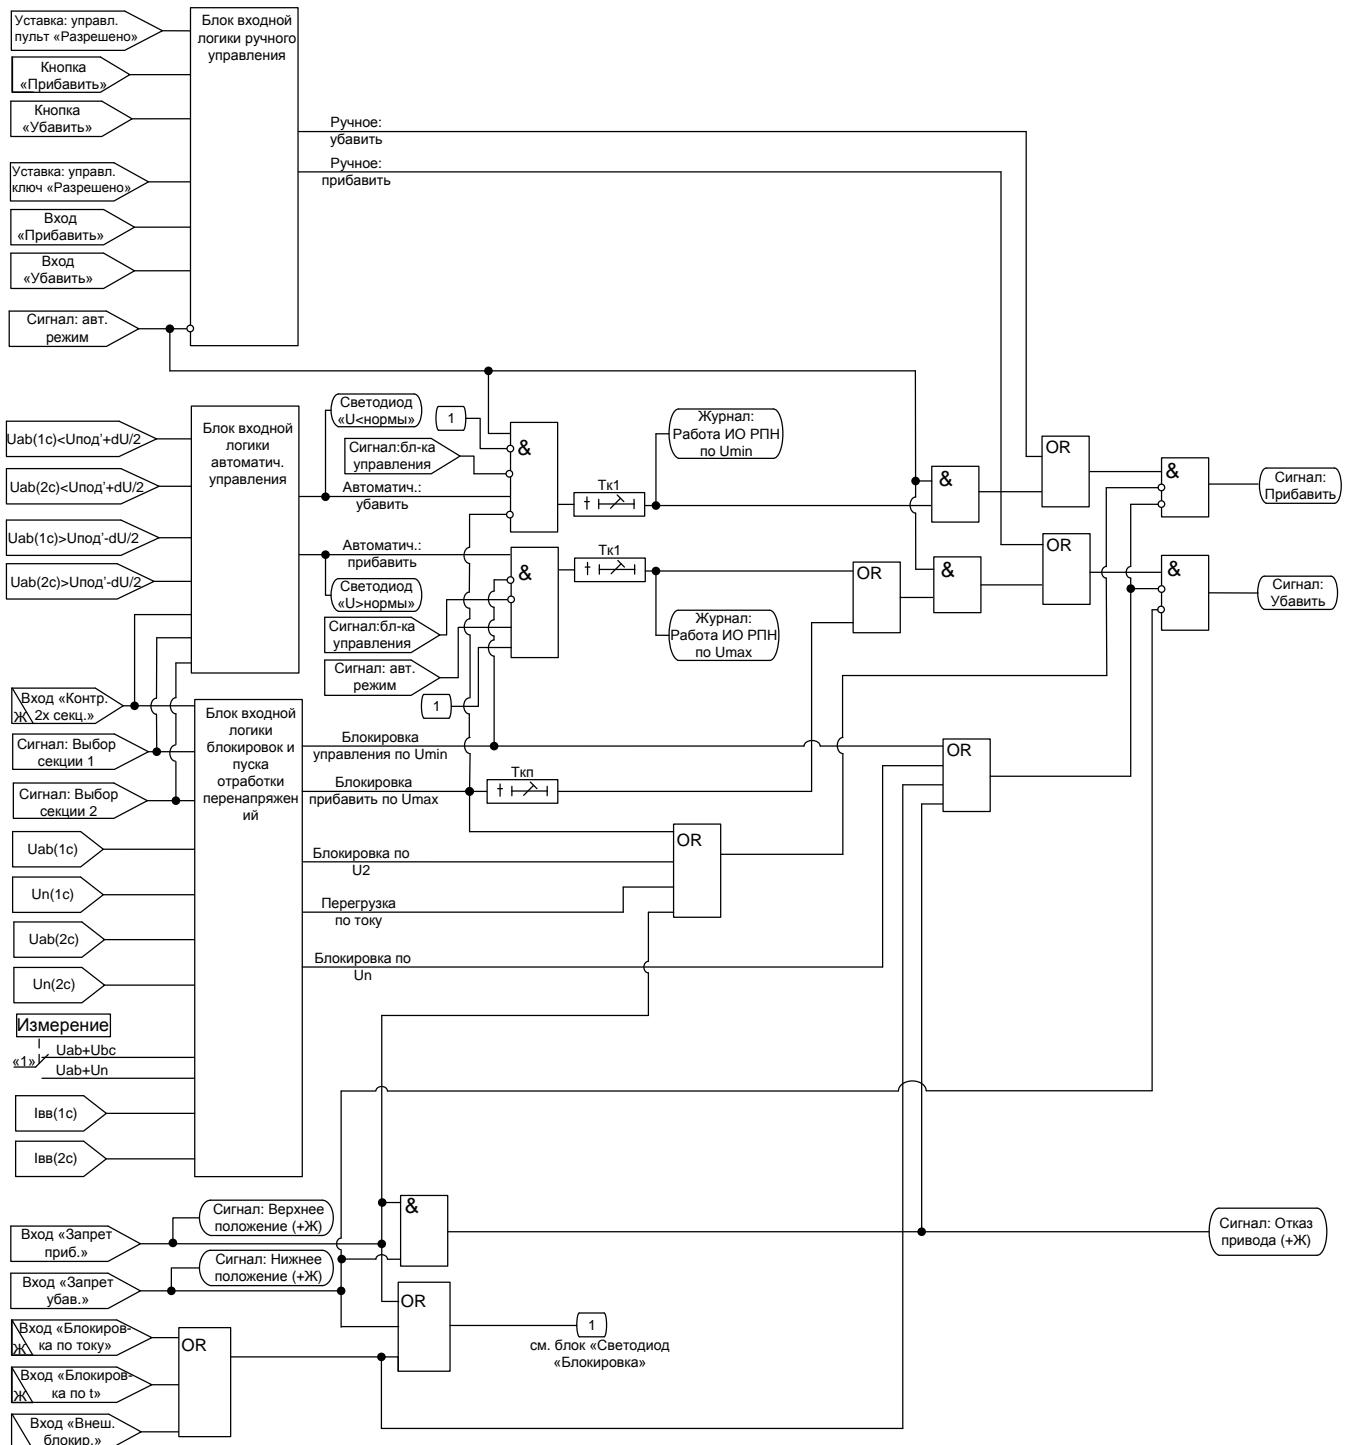
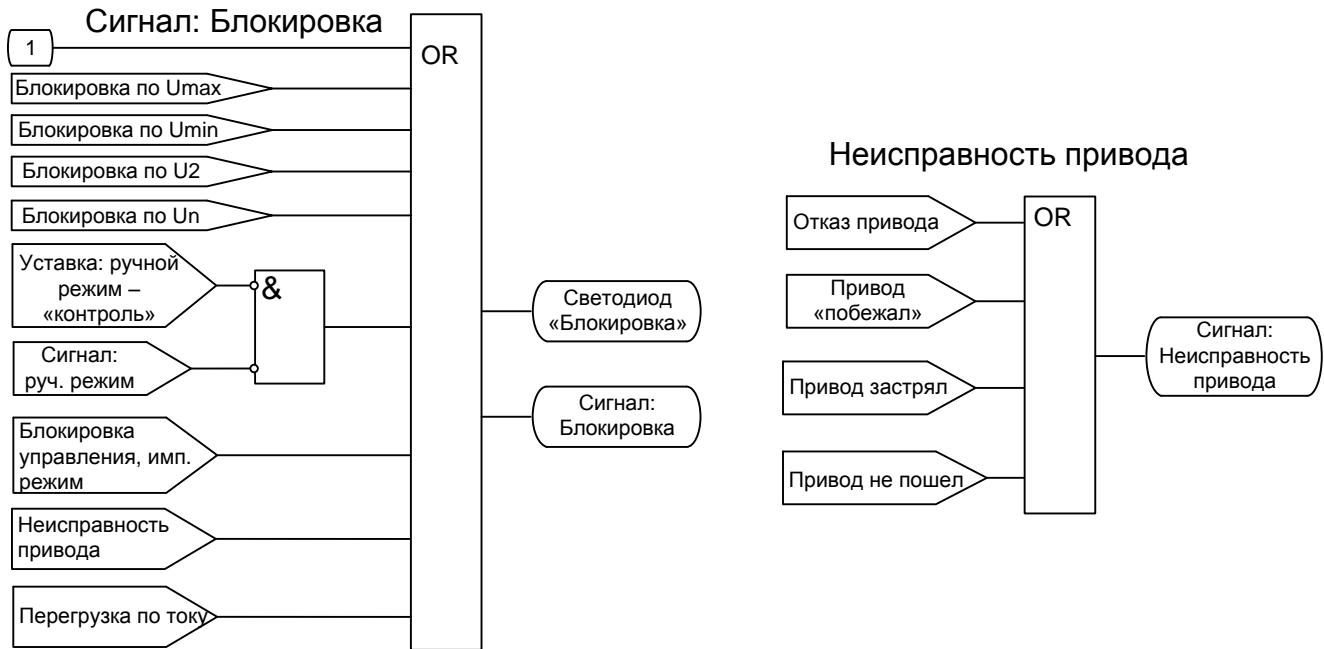

Рисунок 5.1 – Логика формирования команд управления.
Рисунок 5.5 – Логика формирования сигналов «блокировка» и сигнала «неисправность привода».
Блокировки. Наличие любого сигнала внешней блокировки («Внеш. блок.», «Блокировка по току», «Блокировка по t ») запрещает формирование команд «Прибавить» и «Убавить» (см. рис. 5.1), формируется сигнал «Блокировка» (см. рис. 5.5). При снятии сигналов внешней блокировки пропадает сигнал «Блокировка», разрешается регулирование.
Если обнаружен сигнал от нижнего концевого выключателя (на входе «Запрет убавить»), то запрещается выдача команды «Убавить», формируется сигнал «Блокировка» (см. рис. 5.5). При снятии сигнала от концевого выключателя снимается сигнал «Блокировка».
Если обнаружен сигнал от верхнего концевого выключателя (на входе «Запрет прибавить»), то запрещается выдача команды «Прибавить» (см. рис. 5.1), формируется сигнал «Блокировка» (см. рис. 5.5). При снятии сигнала от концевого выключателя снимается сигнал «Блокировка».
При одновременном наличии сигналов на дискретных входах «Запрет прибавить» и «Запрет убавить» регулировка напряжения полностью запрещается, формируются сигналы «Блокировка», «Отказ привода», «Сигнализация». Регулятор деблокируется, когда будут сняты оба сигнала (см. рис. 5.1; 5.4; 5.5).
Внутренняя блокировка по току. Если в регулируемой секции ток ввода $I_{vv} > I_{max}$, то запрещается выдача команды «Прибавить», формируется сигнал «Блокировка», через время контроля перегрузки по току T_{cr} формируются длительный сигнал «Перегрузка» и импульсный сигнал «Сигнализация» (см. рис. 5.1). Сигналы «Блокировка» и «Перегрузка» сбрасываются, когда ток уменьшается ниже 0,95 I_{max} .
Внутренняя блокировка по U_2 предназначена для блокировки управления РПН при перегорании предохранителя в цепях ТН. Если в регулируемой секции напряжение U_2 превышает уставку, то регулирование запрещается, формируется сигнал «Блокировка» (см. рис. 5.1 и 5.5). При снижении напряжения ниже 98% порогового значения пропадает сигнал «Блокировка», разрешается регулирование.
Работа при достижении U_{min} . Если в регулируемой секции действующее значение напряжения меньше U_{min} , то запрещается регулирование, формируется длительный сигнал «Блокировка» и импульсный сигнал «Сигнализация» (см. рис. 5.1; 5.4 и 5.5). При повышении напряжения выше $1,02U_{min}$ сбрасывается сигнал «Блокировка», разрешается регулирование.
- запрещается выдача команды «Прибавить», формируется длительный сигнал «Блокировка» и импульсный сигнал «Сигнализация» (см. рис. 5.1; 5.4 и 5.5);
Контроль двух секций. Если контролируются обе секции (установлен сигнал «Две секции») и обнаружено превышение граничных условий в любой из двух секций («Перегрузка», «Перенапряжение», «Низкое U» и т.д.), то формируется длительный сигнал «Блокировка» и импульсный сигнал «Сигнализация» и блокируется выдача соответствующей команды управления (см. рис. 5.1; 5.4 и 5.5).
Если условие (5.4) выполняется, то спустя время Тк1 формируется сигнал «Прибавить» (см. рис. 5.1).
Программа понижения напряжения. Если выполняется условие (5.5), то включается светодиод «U>нормы», запускается таймер Тк1 (задержка формирования первичной команды на управление приводом). В течение этого времени контролируется выполнение условия (5.5). Если условие (5.5) не выполняется, то сбрасывается подсчет Тк1 и выключается светодиод «U>нормы». Если условие (5.5) выполняется, то спустя время Тк1 формируется сигнал «Убавить» (см. рис. 5.1).